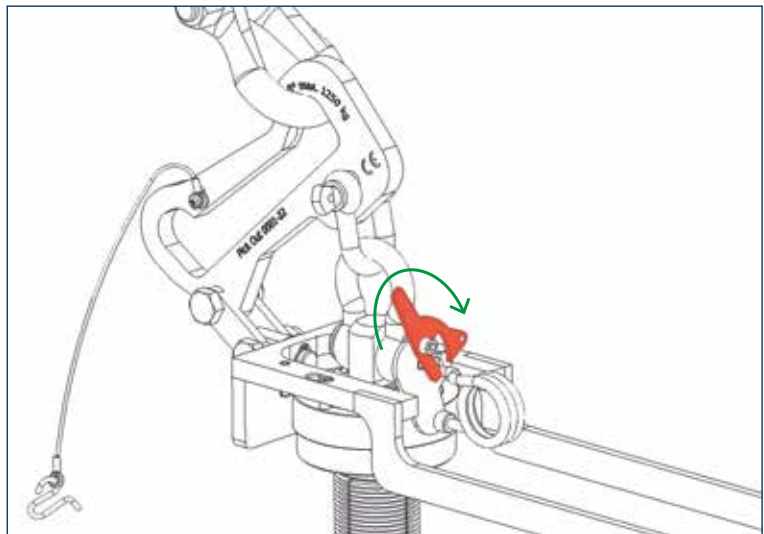
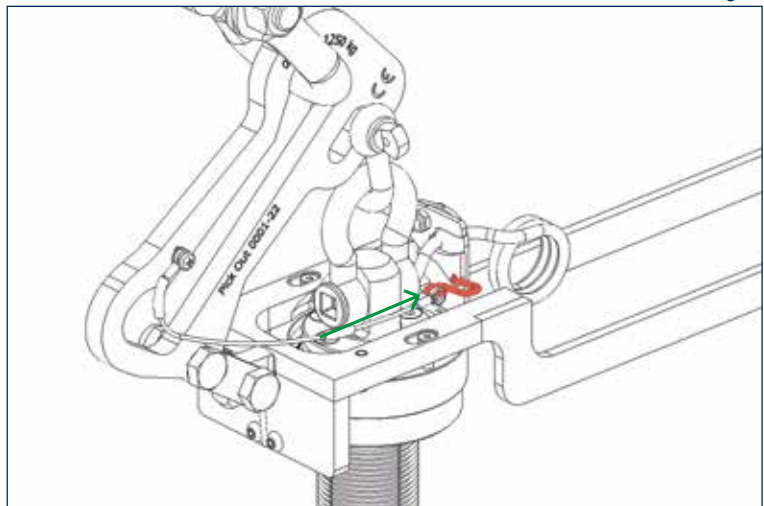

Fig. 3
Fig. 4
- e) Før hver løfting må fjærspærren være aktivert. Betjen spaken iht. fig. 3 i den foreskrevne retningen, og sett i sperresplinten. Pass da på at den store sjakkelen befinner seg i området til løfteposisjonen.
Før hver løfting må fjærsperren være aktivert. Betjen spaken iht. fig. 3 i den foreskrevne retningen, og sett i sperresplinten iht. fig. 4. Pass da på at den store sjakkelen befinner seg i området til løfteposisjonen.